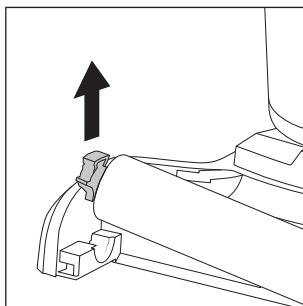

Fig. 34
- ◆ Saisissez le support à gauche du rouleau brosse ⑥ et tirez-le vers le haut pour détacher le rouleau brosse de la tête de nettoyage ③ (voir fig. 34).